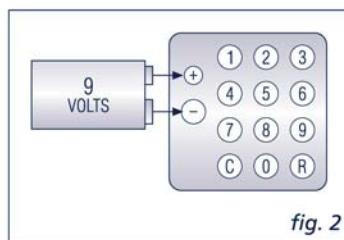

fig. 2
1. appoggiare la batteria da 9 volts 6LR61 (fig. 2) rispettando la polarità e mantenerla per tutta la durata delle operazioni successive;